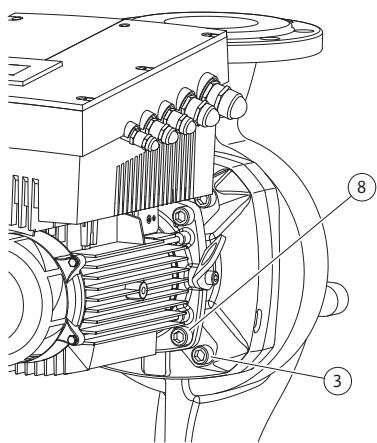

Fig. 52: Опциональное крепление съемного блока
11. Отвернуть и извлечь винты (Fig. 7, поз. 3). На некоторых типах насосов выворачиваются внешние винты (Fig. 52, поз. 3).
16. В зависимости от типа насоса отвернуть винты (Fig. 7, поз. 10) или винты (Fig. 52, поз. 8).
22. Фонарь осторожно надеть на вал и установить в прежнем или другом требуемом угловом положении относительно фланца электродвигателя. Соблюдать допустимые варианты монтажных положений компонентов (см. главу 7.1 «Допустимые монтажные положения и изменение расположения элементов конструкции перед установкой» на странице 214). Фонарь закрепить на фланце электродвигателя при помощи винтов (Fig. 7, поз. 10) **или** — для типов насоса/промежуточного корпуса согласно (Fig. 52) — винтов (Fig. 52, поз. 8).